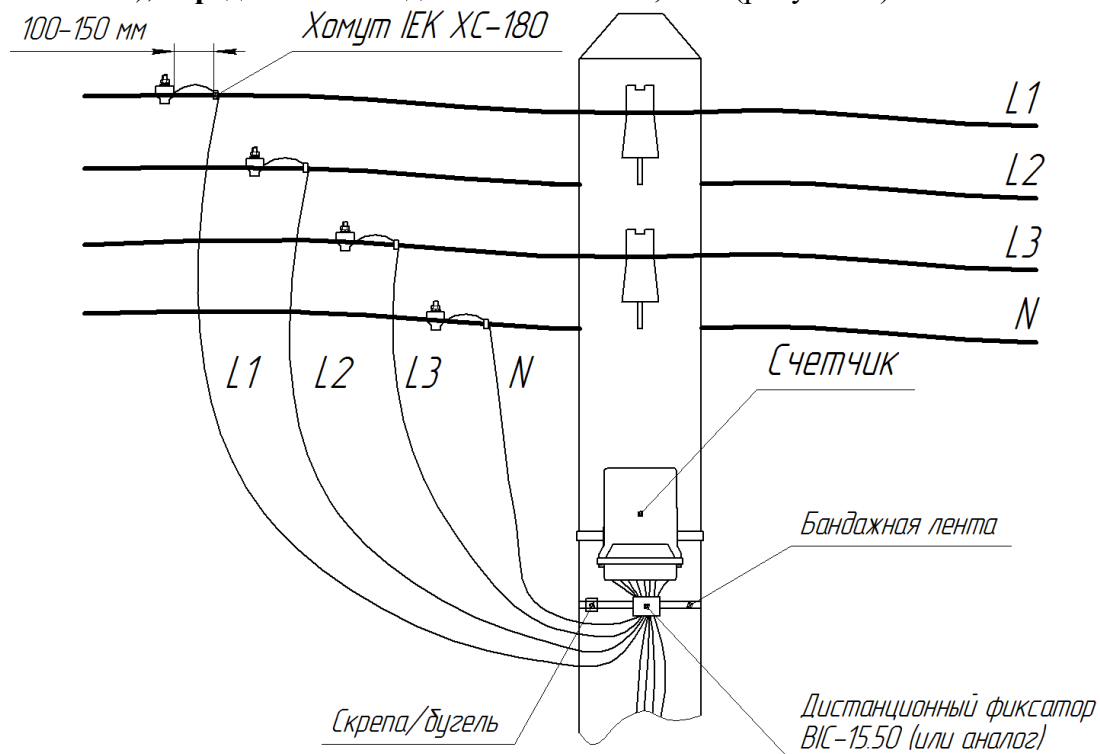

Рисунок 3 – подключение счетчика с использованием прокалывающих зажимов
4.6 **Предусмотреть запас проводов СИП (вход/выход на счетчике) длиной (100 – 150) мм для дальнейшего обслуживания счетчика (протяжка винтов и т.д.). Обязательно зафиксировать провода СИП атмосферостойким хомутом перед счетчиком вдоль опоры ВЛ-0,4 кВ (рисунок 3).**
4.7 Провода СИП подключить к линии ВЛ-0,4 кВ с помощью прокалывающих зажимов (проколов). **Скрутка проводов строго запрещена! Обязательно место контакта зачистить от пыли, пленок, окислов и смазать токопроводящей кварце-вазелиновой пастой (например, ПКВ). Обязательно зафиксировать провод СИП атмосферостойким хомутом, например, ИЕК ХС-180 (УНН21-D6-180-100), перед зажимом вдоль линии ВЛ-0,4 кВ (рисунок 3).**